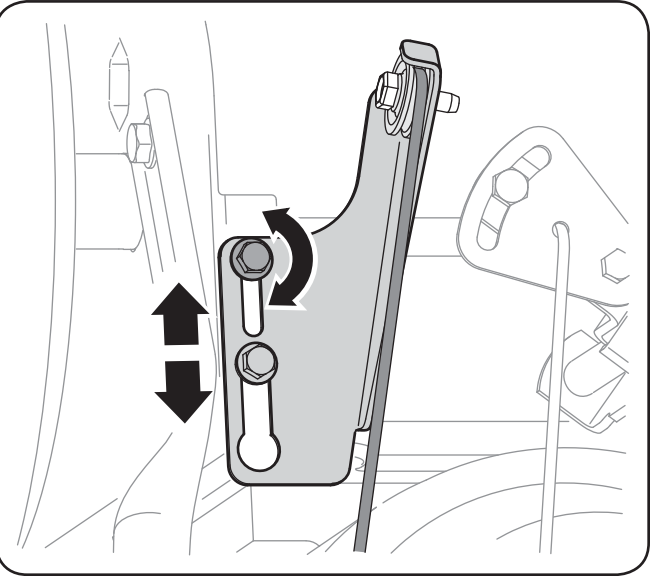

Fig. 6-5
2. Desserrez le vis à six pans inférieur sur le support du câble de la transmission. Voir la Fig. 6-5.